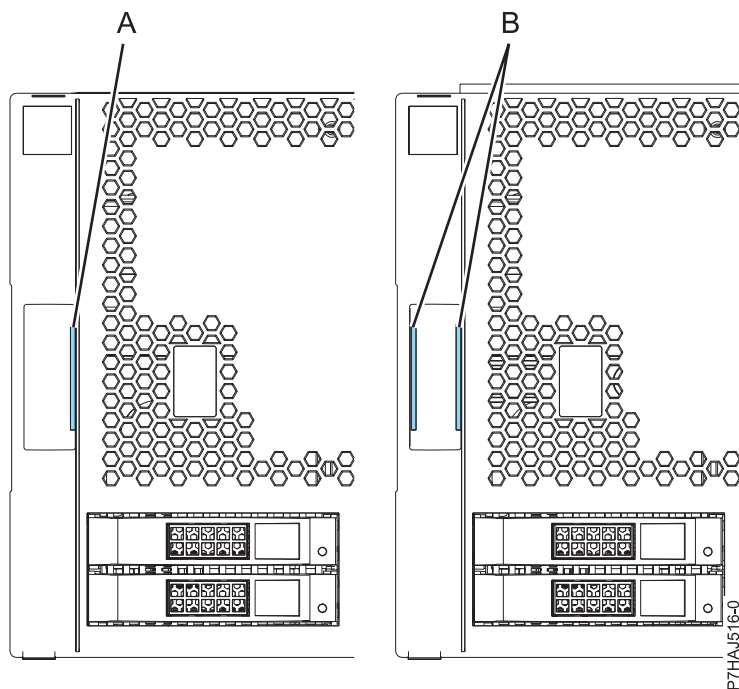

Figura 7. Identificación de las cubiertas más antiguas y más recientes
**Nota:** Las cubiertas más antiguas suministradas antes del 1 de marzo de 2011 se pueden identificar mediante una sola banda azul (A) sobre los pestillos del conjunto de cubiertas. Las cubiertas más recientes entregadas a partir del 1 de marzo de 2011 tienen dos bandas azules (B) en los pestillos de la cubierta. Consulte el apartado Figura 7 en la página 33.